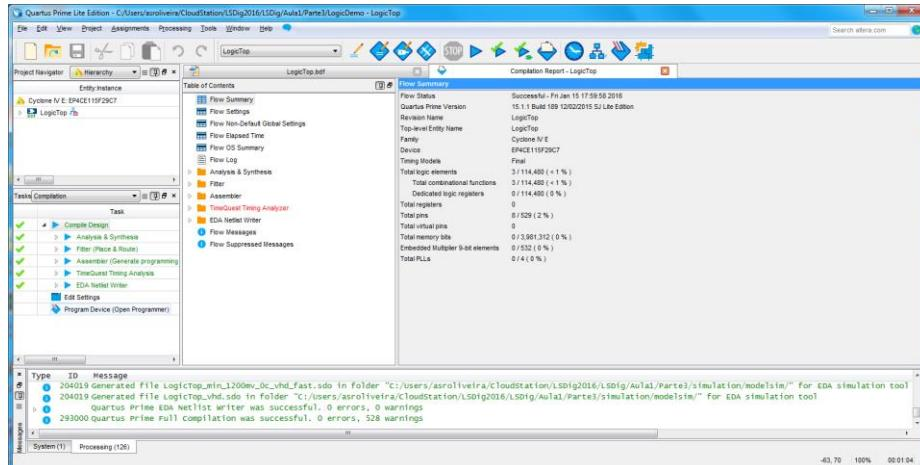

Figura 58 – “Altera Quartus Prime” IDE após compilação (implementação) completa do projeto.
11. Efetue a síntese e implementação do projeto através do comando “*Compile Design*”. No final da compilação o IDE deve apresentar o aspeto da Figura 58.